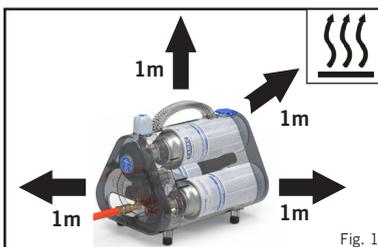

Fig. 1
- Nunca colocar el Power Pak en un fogón y mantener siempre como mínimo a 1 metro de distancia de cualquier fuente de calor (Fig. 1), asegurándose de que no se coloca en un ambiente donde la temperatura supere los 40°C.